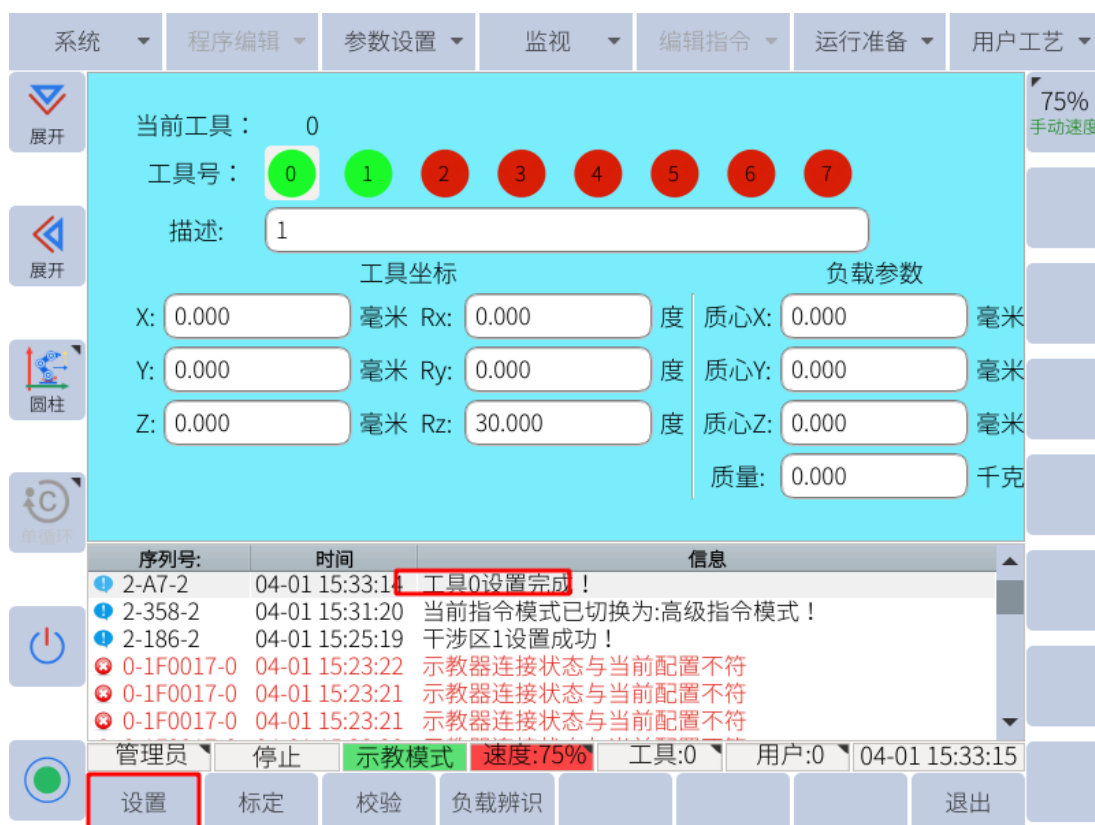

图 6-49：工具坐标设置完成
3. 点击子菜单栏的“设置”，信息提示栏会提示“工具坐标设置完成”，如图 6-49 所示。